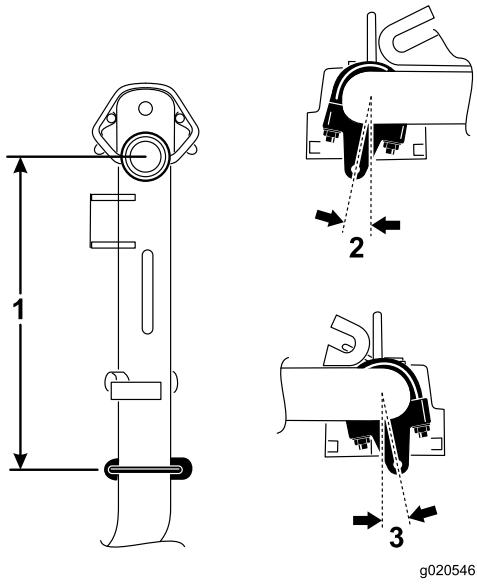

図 5
1. 昇降アーム1番、4番、5番で、チェーンブラケットとUボルトを、ピボットナックルのセンター・ラインから後ろに38.1cmさがった位置にセットする図5。
2. 昇降アーム番、番では、ブラケットを垂直方向から右に10度回転させた状態で取り付ける図5。
3. 昇降アーム4番では、ブラケットを垂直方向から左に10度回転させた状態で取り付ける図5。